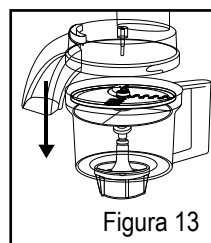

Figura 13
- 3b. Coloque a tampa no recipiente pressionando-a para baixo e certificando-se de que as linguetas do recipiente estejam alinhadas com as aberturas na tampa. Gire a tampa no sentido anti-horário até que faça um clique, travando em seu lugar e não gire mais (Figura 13).